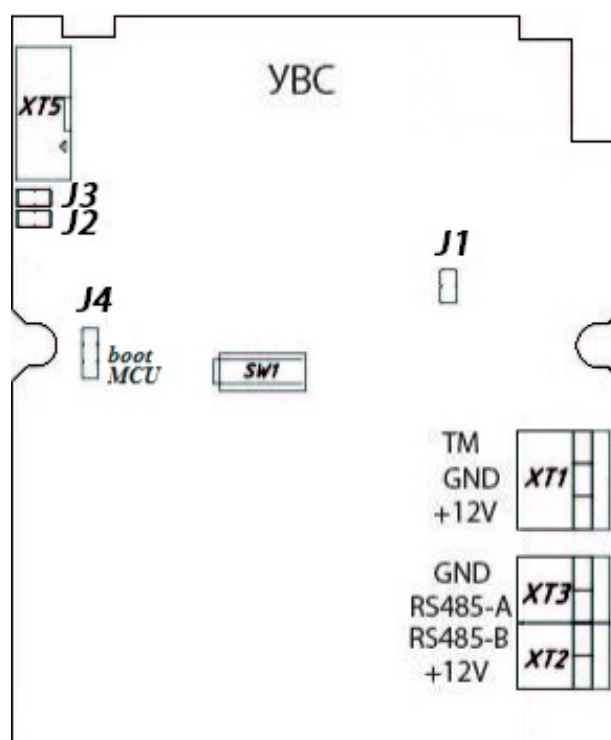

Рисунок 3. Назначение выводов устройства
- Выводы для подключения по Touch Memory отличаются от УВС-ТМ. Смотрите рисунок 3 разъем XT1.